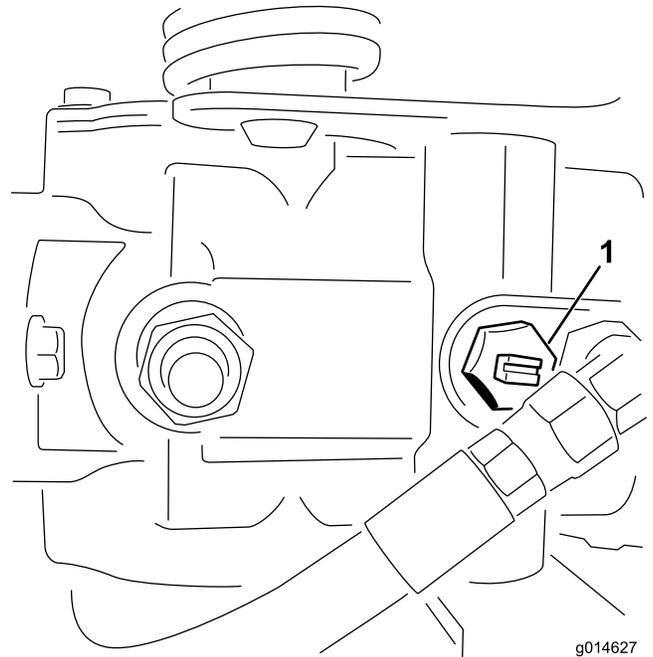

Figure 39
1. Localisez la vanne de dérivation sur la pompe et tournez-la jusqu'à ce que la fente soit verticale (Figure 39).
2. Avant de mettre le moteur en marche, fermez la vanne de dérivation (fente horizontale) (Figure 39). Ne mettez pas le moteur en marche quand la vanne est ouverte.